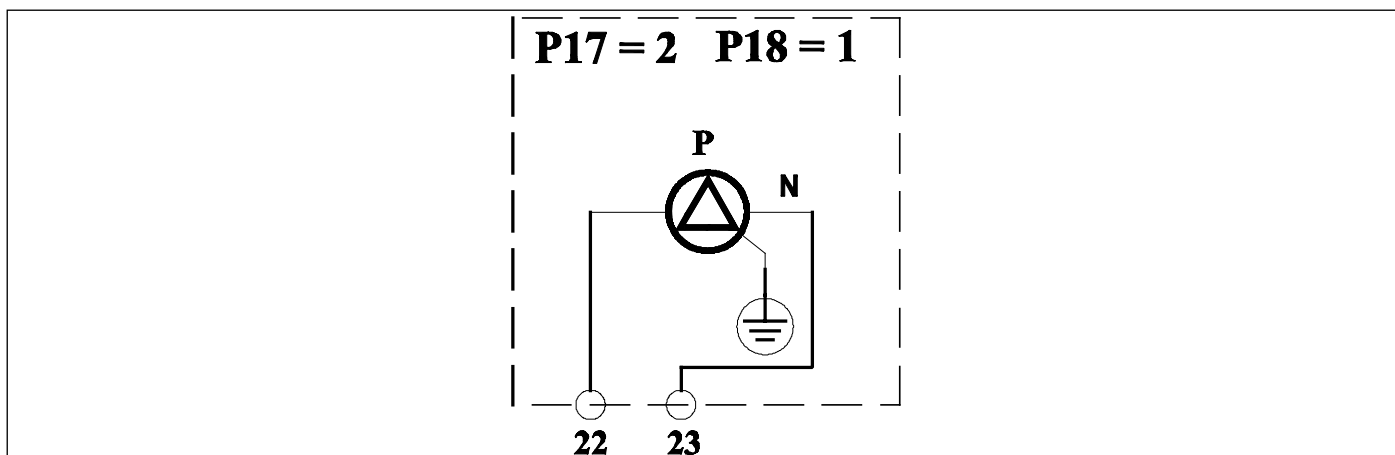

Abb. 33 Anschlussplan für Mehrfunktionsrelais
- Die Mischeinrichtung nach dem Lösen der drei Innensechskantschrauben entfernen (siehe Abb. 33 Gas-Luft Mischeinrichtung).